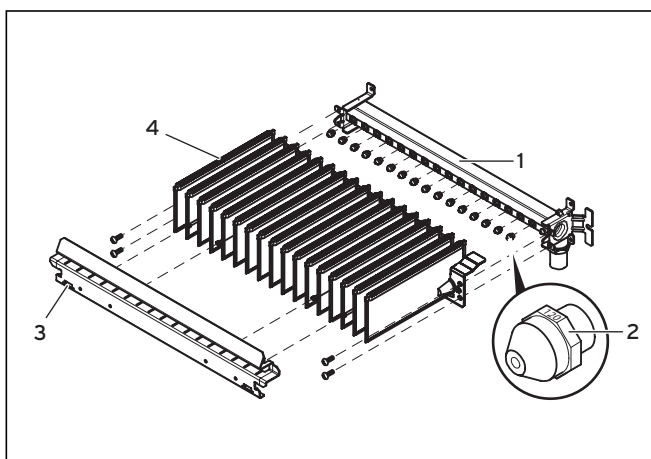

Fig. 6.3 Identification des injecteurs
- Vérifiez que les injecteurs qui ont été montés sont appropriés ; voir fig. 6.3, Identification des injecteurs. Comparez à cet effet les données inscrites sur les injecteurs avec les indications du tableau de la section 10, Caractéristiques techniques. Vous devrez de plus éventuellement démonter le brûleur ; voir section 7.5, Nettoyage du brûleur.